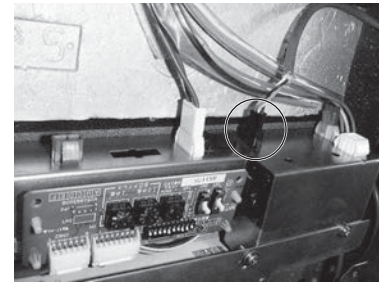

図14
- 3.昇降キット付属のリード線（コネクター3P：クロ）のコネクターを本体制御ボックス側コネクター（3P：クロ）に確実に差し込んでください。(図14)